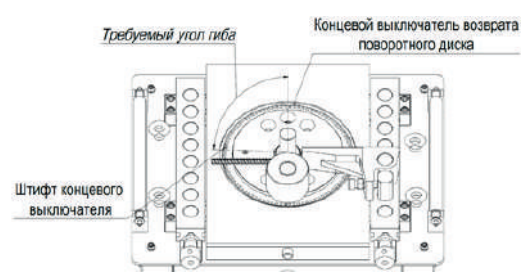

Рис. 6. Установка угла гибо
- в зависимости от требуемого угла гибо, установите штифт концевой выключателя в одно из отверстий на поворотном диске (см. рис. 6);